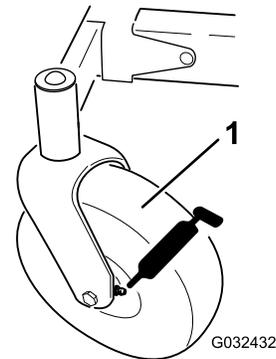

図 30
3. グリスフィッティング 図 30 をウェスできれいに拭く。
4. フィッティングにグリスガンを接続する 図 30。